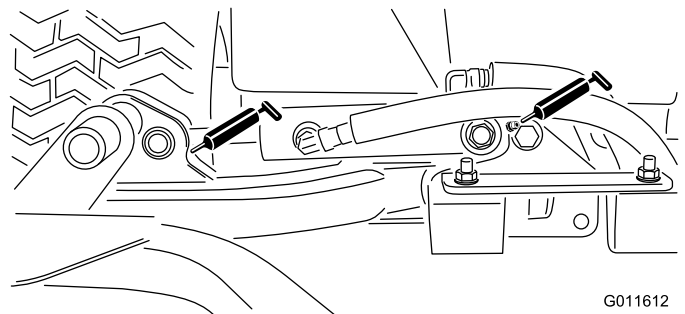

Bild 30
- Hubarmzylinder der Schneideinheit (2) (Bild 30)
- Hubarmgelenke (1) (Bild 30)